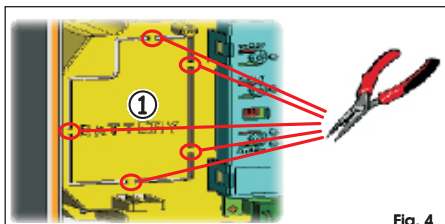

Fig. 4
El kit batería también ha sido pensado para ser introducido en el interior del soporte tarjeta electrónica. Dicho soporte (ref. ① en Fig. 4) se ha preestampado para permitir la apertura del alojamiento de la batería.